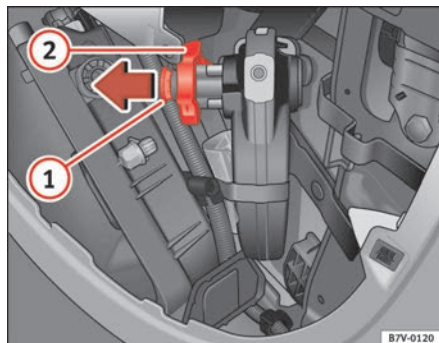

Fig. 134 Ubicación del enganche para remolque
- Abra la cerradura girando la llave ⇒ fig. 134 (1) en el sentido de las agujas del reloj.
- Extraiga completamente la rueda (2) en dirección de la flecha y gírela en dirección de las agujas del reloj hasta el tope.